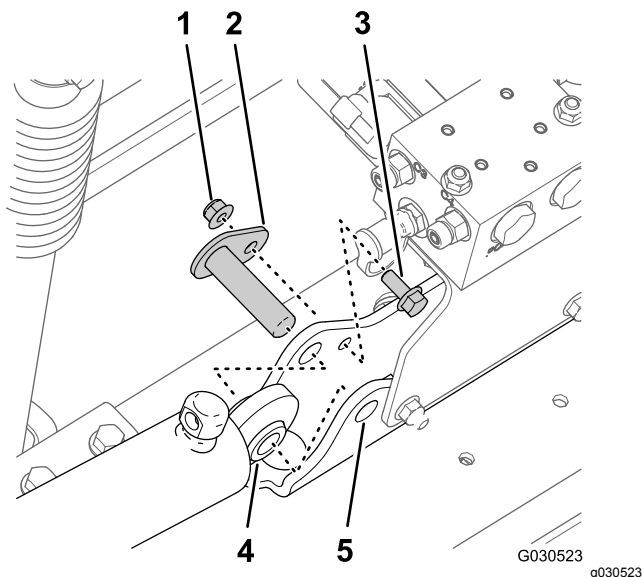

Figura 73
4. Rimuovete il dado di bloccaggio flangiato (5/16") e il bullone a testa flangiata (5/16" x 3/4") che fissano il perno orientabile al supporto del cilindro (Figura 73).
5. Rimuovete il perno orientabile e il cilindro di sollevamento dalla macchina (Figura 73).